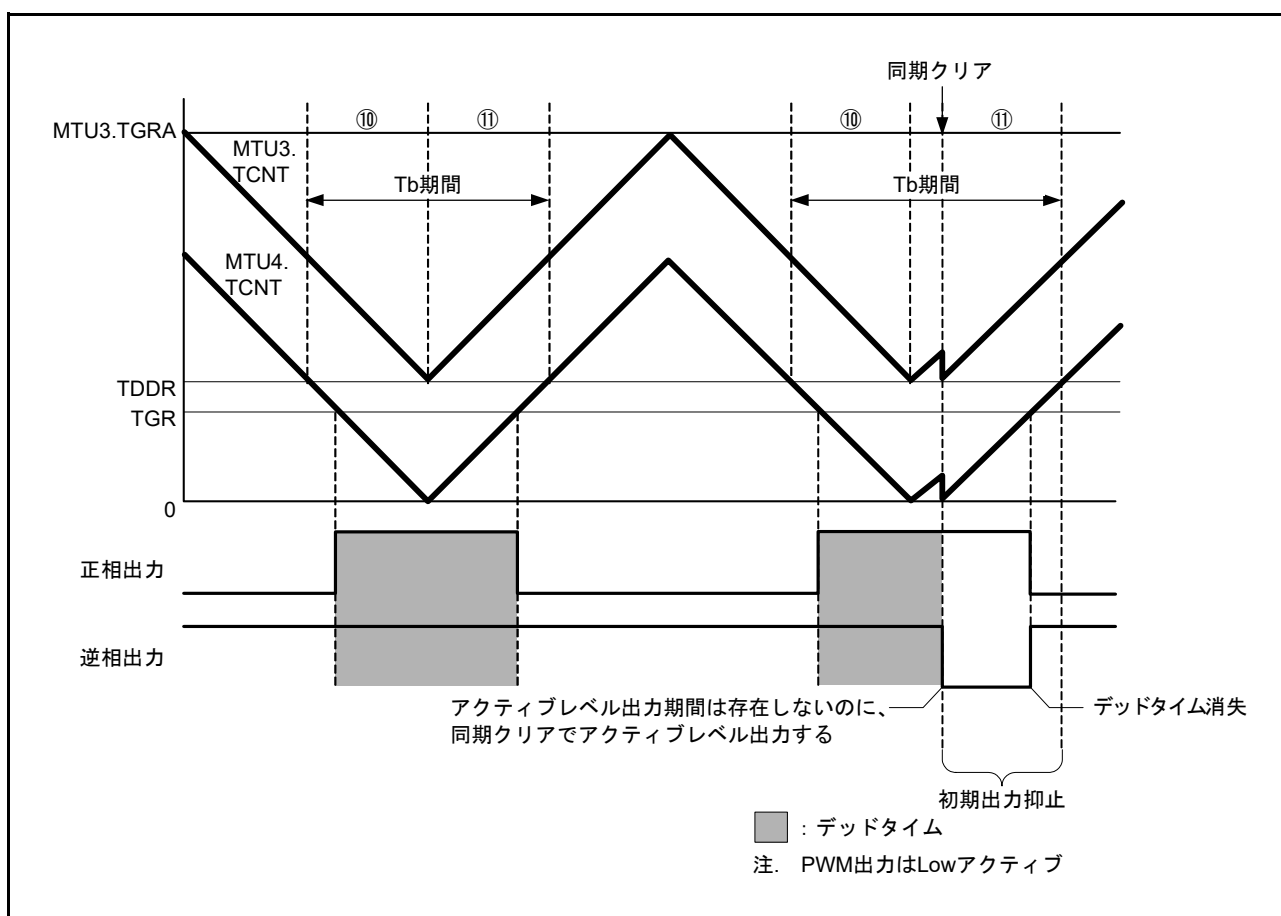

図 22.150 同期クリア例 (条件2の場合)
条件 2 初期出力の抑止期間⑩、⑪にて、 $MTU3.TGRB (MTU6.TGRB) \leq TDDRA (TDDRB)$ 、 $MTU4.TGRA (MTU7.TGRA) \leq TDDRA (TDDRB)$ 、 $MTU4.TGRB (MTU7.TGRB) \leq TDDRA (TDDRB)$ のいずれかが成立する状態で、同期クリアする (図 22.150 参照)